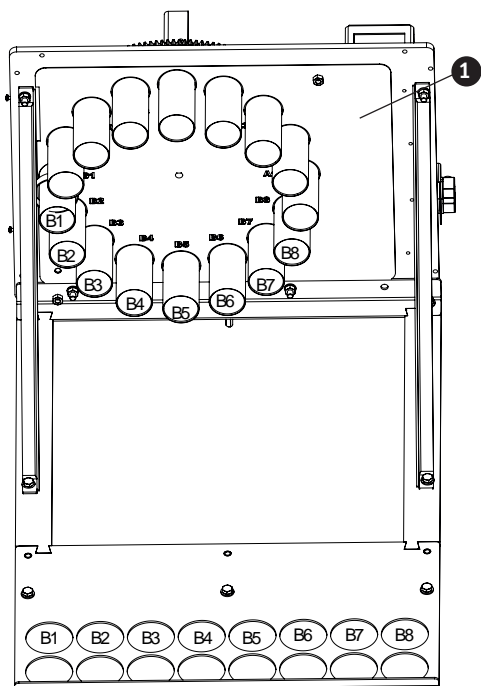
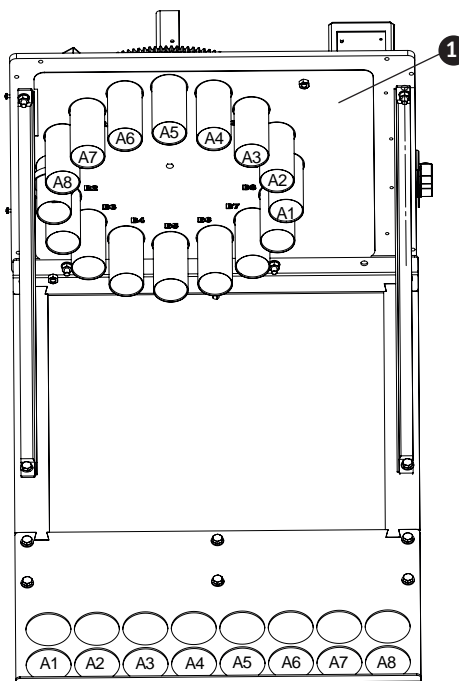

Fig. 25 Attaccare i tubi di ritorno aria da B1 a B8 all'unità di commutazione – vista da sotto
Fig. 26 Attaccare i tubi di alimentazione da A1 ad A8 all'unità di commutazione – vista da sotto
- ▶ Procedere alla stessa maniera per tutti I tubi di ritorno aria, B2 con B2, B3 con B3 etc. (Fig. 25) e poi alimentare tutti i tubi, A1 con A1, A2 con A2 etc.– Fig. 26.